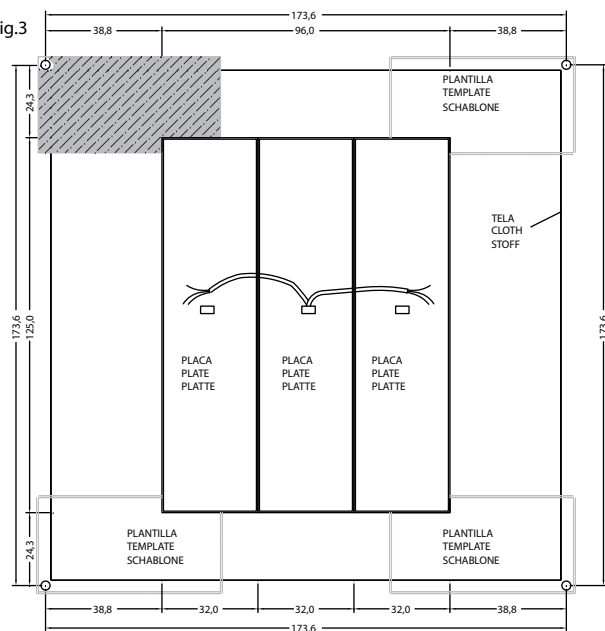

Fig.3
3. Colocar los conos C mediante tacos y tirafondos, como indica la fig 2 y RESPETANDO las medidas que indica la fig 3. NOTA: Utilizar la plantilla para el cálculo de las distancias de los conos, teniendo cuidado de hacer bien tope en el borde de la placa (fig 3). Estas medidas son MUY IMPORTANTES para que la tela quede correctamente colocada.
3. Fix lampholders C using blocks and lag screws as per fig 2, CONSIDERING sizes as per fig 3. REMARK: Use the template in order to calculate right distances for lampholders. Be careful that an accurate plate stoppage is achieved as per fig 3. This sizes are VERY IMPORTANT to achieve a good cloth setting.